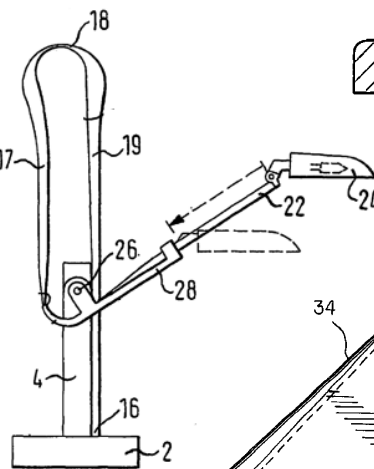

Рис.3
**Опорная конструкция для лампы** описана в международном патенте РСТ 01/79751 (2001 г.). Она содержит (рис.3) опору 2, на которой установлен держатель 4. На дер-